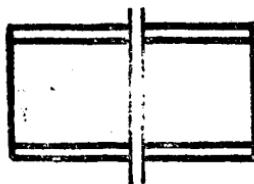

图19
(5) 画平面物体上的一些断裂綫, 可用細点划綫或用鋸齿形的細实綫来表示(如图19、20)。